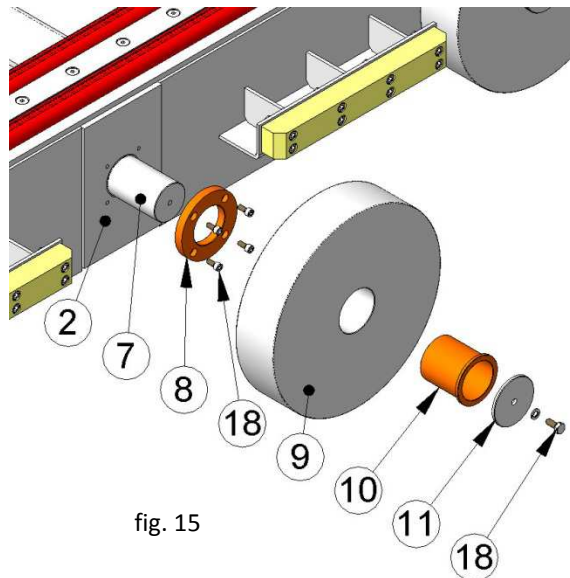

fig. 15
**Nota:** I numeri tra parentesi, si riferiscono alla fig. 15.